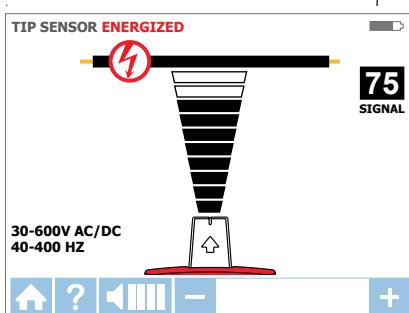

Figura 3.2e
- Selezionare la modalità **SENSORE PUNTA** sotto tensione utilizzando le frecce direzionali per evidenziare questa modalità di funzionamento, quindi premere il tasto giallo ENTER. Sarà visualizzata la schermata come mostrato nella figura 3.2e.